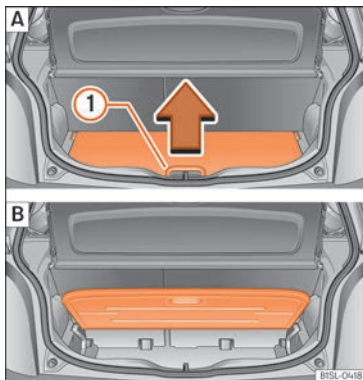

Fig. 137 A: obrir el terra variable del maleter. B: terra variable del maleter aixecat.
- Per *aixecar* el terra, aixequi el tirador »» fig. 137 ① en el sentit de la fletxa i estireu el terra fins a dalt de tot »» fig. 137 B.